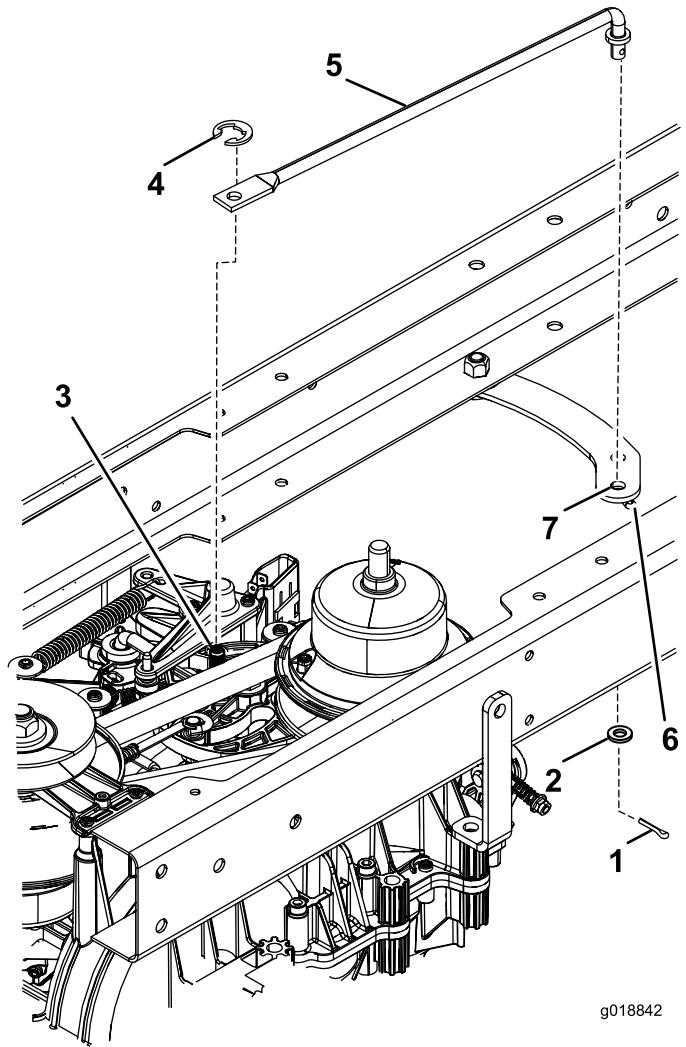

Figure 3
- Montez le bras de liaison arrière de commande de déplacement au moyen de la rondelle plate et de la goupille fendue (Figure 3) fournies dans ce kit et du clip en E existant retiré à l'opération 2.